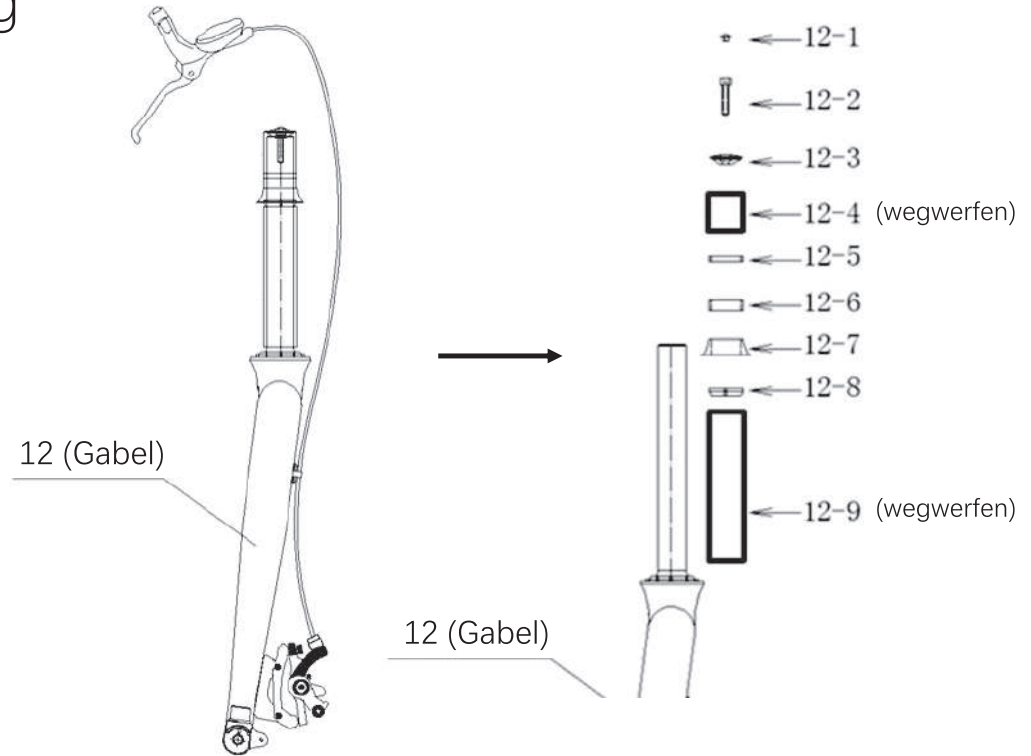

Abb. 21
c. Entfernen Sie mit einem 5mm-Inbusschlüssel die Schraube (Teil 12-2), nehmen Sie alle Teile nacheinander von der Gabel ab und entsorgen Sie dann Teil 12-4 und Teil 12-9, wie in Abb. 21 gezeigt.